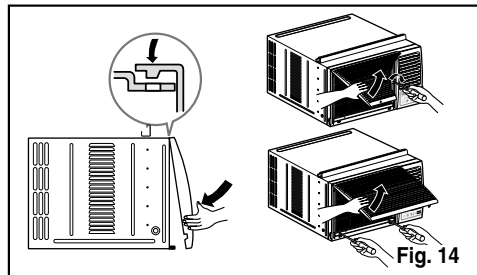

Fig. 14
8. Instale la rejilla frontal en el gabinete insertando la lengüeta en la rejilla a la lengüeta en el frente del gabinete. Empuje la rejilla hasta que se cierre con sonido de golpe. (Ver Fig. 14)
9. Levante la rejilla de entrada y asegúrela con un tornillo (tipo A) a través de la rejilla frontal. (Ver Fig.14)